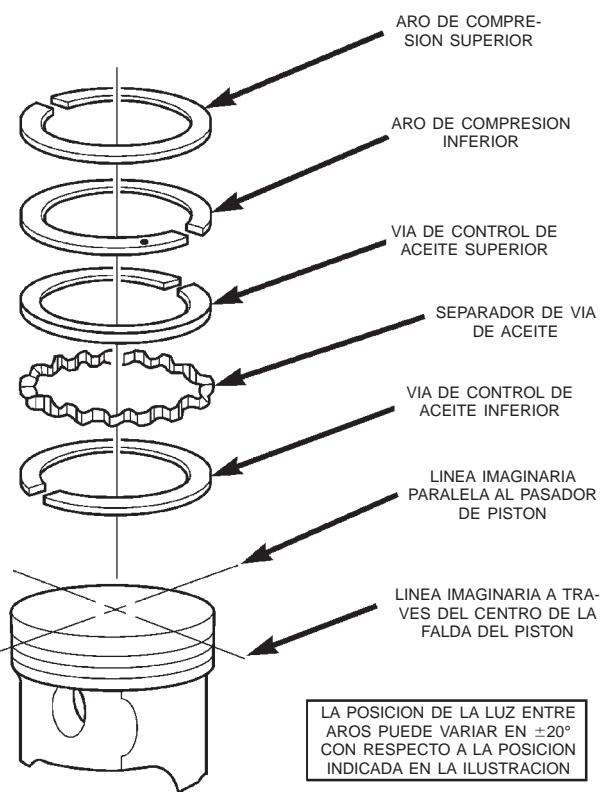

Fig. 12 Orientación de luz de aro
- Establezca las luces en el pistón tal como se muestra en la (Fig. 12).